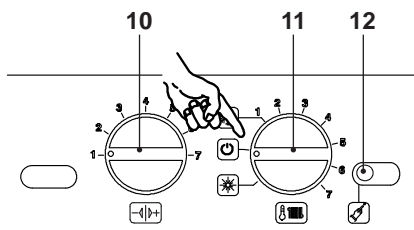

Figura 5.75
- Per uscire dalla programmazione posizionare il selettore di funzione / manopola regolazione temperatura 11 come indicato in Figura 5.75.